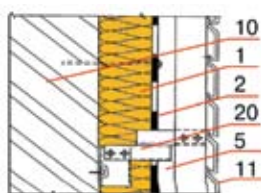

Рис. 8
– утепление стены здания по технологии «вентилируемый фасад» плитами ИЗОВЕНТ, ИЗОВЕНТ-Л предполагает вентилируемый зазор от 40 мм до 150 мм между защитно-декоративной облицовкой и утеплителем. Для предохранения утеплителя от намокания и выдувания тепла используют гидроветрозащитную мембрану ISOROC FOIL-NI (LH1) (рис. 8);